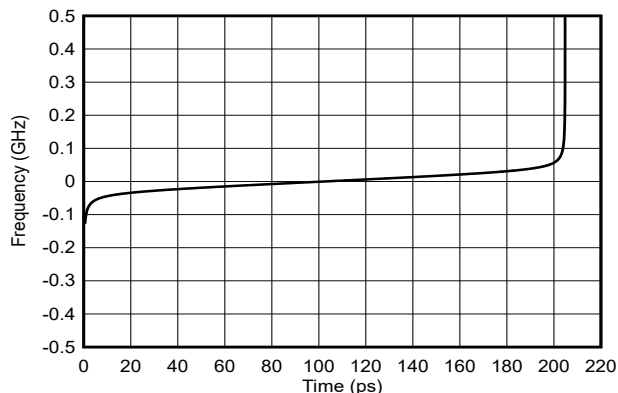
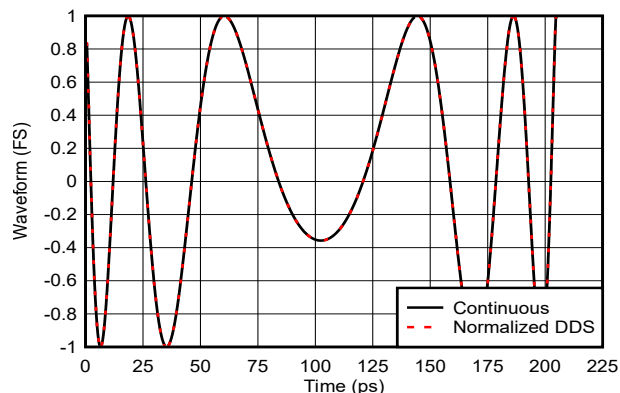
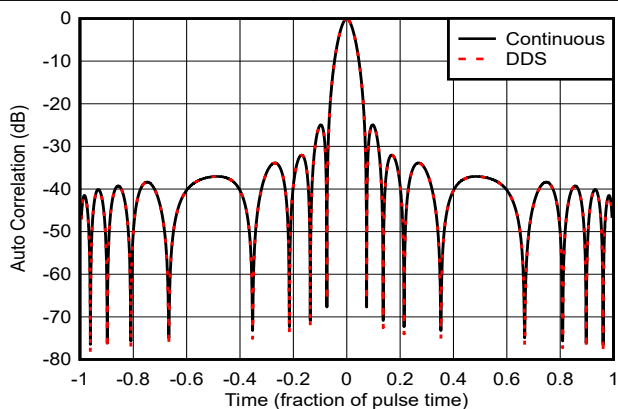

図 9-4. NLFM 周波数ランプ
図 9-5. NLFM 波形の正規化されたタイムドメイン (赤 = DDS 波形、黒 = 連続式)
図 9-6. NLFM 波形の自動相関 (赤 = DDS 波形、黒 = 連続式)
16.2GHz へのオフセットなしの NLFM チャープ周波数ランプを 図 9-4 に示します。式 8 に基づく時間領域 DDS 波形と連続波形を 図 9-5 に示します。DDS 波形と連続波形の自動相関を 図 9-6 に示します。